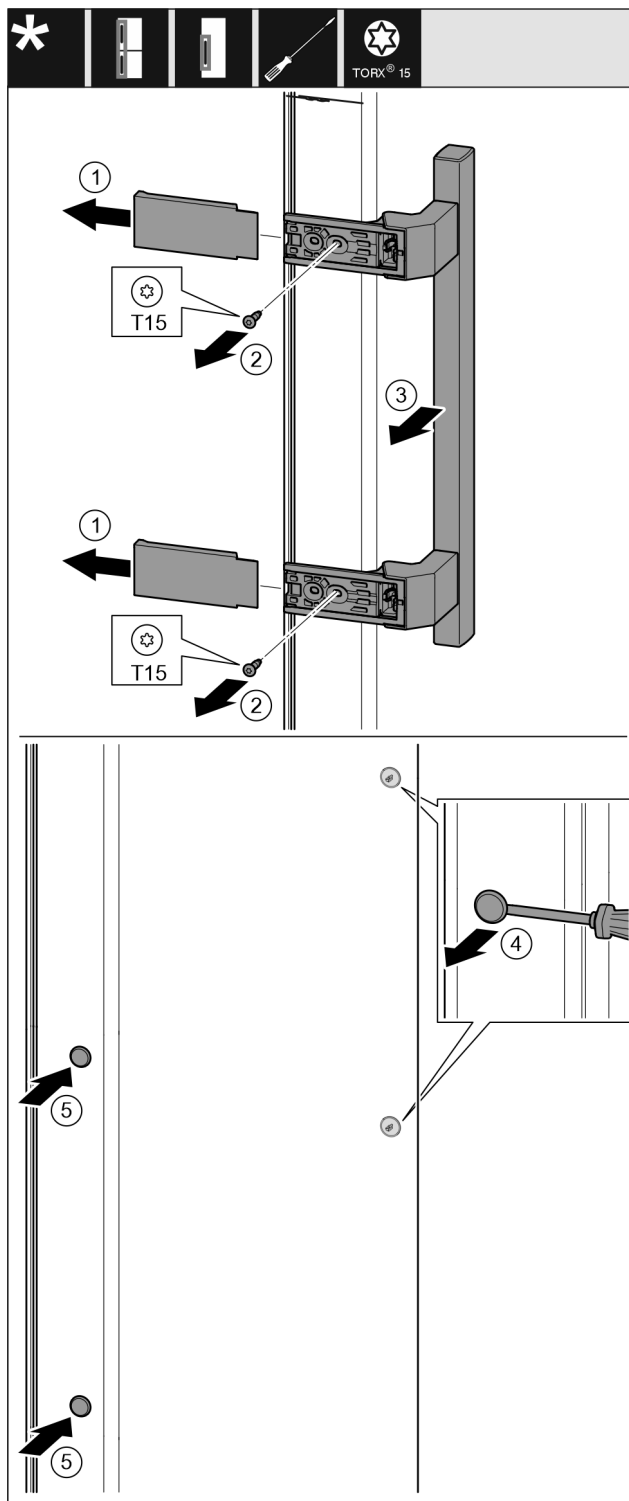

Fig. 18
- ▶ Noņemiet pārsegu. Fig. 18 (1)
- ▶ Izskrūvējiet skrūves ar skrūvgriezi Torx 15. Fig. 18 (2)
- ▶ Noņemiet rokturi. Fig. 18 (3)
- ▶ Paceliet uzmanīgi ar plakano skrūvgriezi un izvelciet ārā sānu aizbāzni. Fig. 18 (4)
- ▶ Ievietojiet atpakaļ aizbāzni otrajā pusē. Fig. 18 (5)